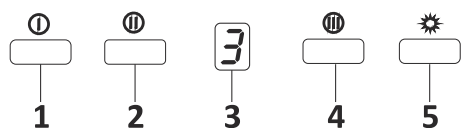

Fig. 13: Botón digital de 3 vel.
1. Pulse este botón para encender el producto. El producto también funcionará al nivel de 1ª velocidad cuando se presione este botón.Fig. 13
2. El producto funcionará al nivel de 2ª velocidad cuando se presione este botón.Fig. 13
3. Pantalla digital Puede seguir la velocidad a la que el producto está trabajando actualmente en esta pantalla.Fig. 13
4. El producto funcionará en el 3er nivel de velocidad cuando se presione este botón.Fig. 13
5. Pulse este botón para encender y apagar la lámpara.Fig. 13
6. Al presionar y mantener pulsado cualquiera de los botones de operación del motor durante más de 2 segundos se iniciará una función de temporizador de 15 minutos. Una señal se mostrará una vez que se inicie el temporizador y el motor se detendrá automáticamente después de 15 minutos.Fig. 13